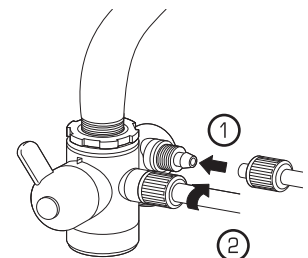

Рис. 11
- Плотно прижмите** большую трубку к большому штуцеру и маленькую трубку к маленькому штуцеру ①. Накрутите гайки на штуцеры, затяните рукой ② (рис. 11).